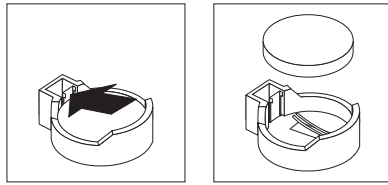

图 23. 卸下电池
- a. 用指甲按电池夹的顶部，使其松开电池（请参阅图 23）。电池松开时会弹出。